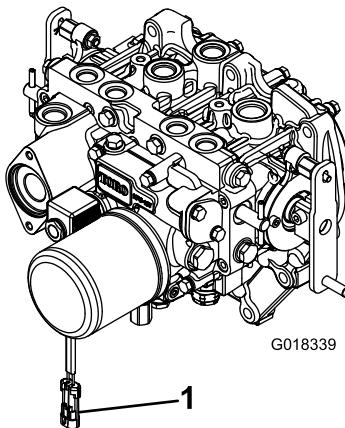

Figura 3
2. Per prevenire l'innesto indesiderato della frizione PDF, scollegate il connettore elettrico del cablaggio preassemblato dal connettore della bobina della valvola del solenoide PDF (Figura 3).
8. Una volta collegata l'altra estremità dell'albero di trasmissione all'albero della scatola degli ingranaggi dell'accessorio, collegate il connettore elettrico del cablaggio preassemblato al connettore della bobina della valvola del solenoide PDF (Figura 3).